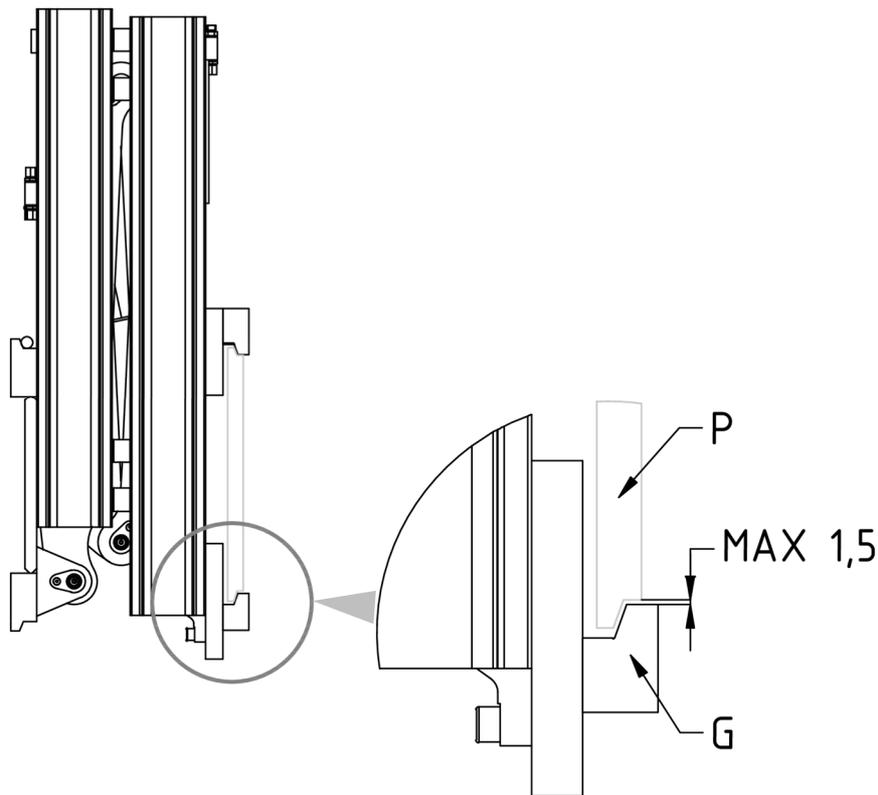

Figure 4
7. Revisser les 2 crochets inférieurs **G** de manière à ce que le corps de ceux-ci reste également accroché en dessous du tablier porte fourche **P** (avec jeu max. 1,5 mm, voir détail *Figure 4*), en serrant avec le couple de serrage indiqué dans le *tableau 3*.
3. Contrôler le jeu entre la partie inférieure du tablier porte-fourches et les crochets inférieurs de l'équipement, en vérifiant que c'est comme indiqué dans la *Figure 4* (p. 11) et intervenir éventuellement sur le serrage des vis qui les maintiennent.